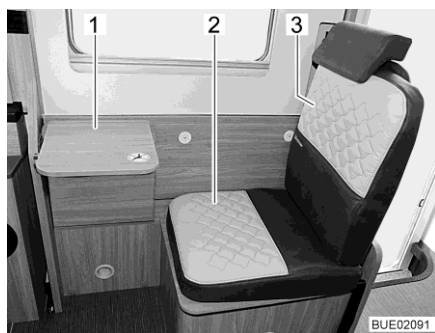
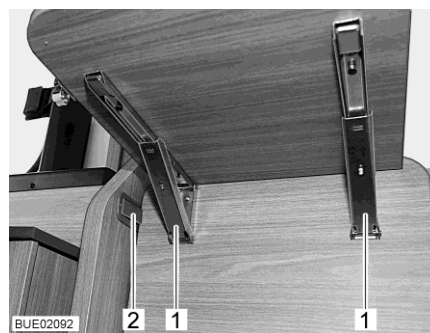

Bild 24 Extra stol med fällbord
Bild 25 Spärr på fällbordet
- Sätt dit den medföljande sittdynan (Bild 24,2) och ryggdynan (Bild 24,3).
- Vrid den främre delen av den längsgående sittbänken uppåt tills den klickar in i plastspärren (Bild 25,2).
- Fäll ihop bordsskivan nedåt: Lås upp båda spärrarna (Bild 25,1) och sväng bordsskivan (Bild 24,1) nedåt.